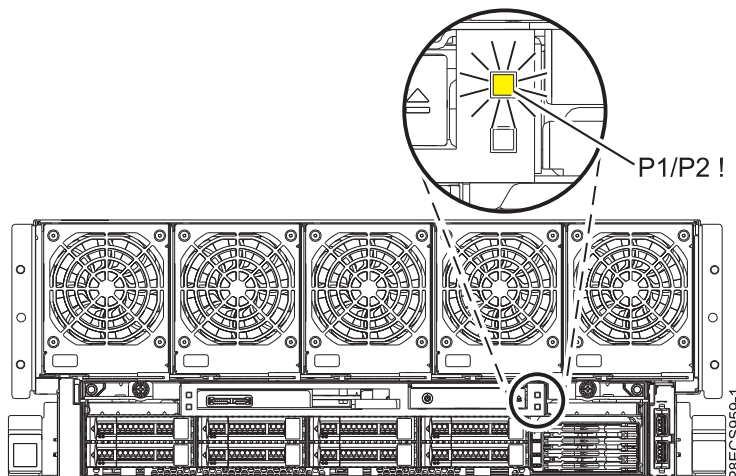

Figura 2. LED de recuo de avaria **P1/P2 !** frontal no sistema 8408-44E ou 8408-E8E.
8. Note o estado do LED de recuo de avaria **P1/P2 !**, localizado na parte anterior do sistema 8408-44E ou 8408-E8E, conforme demonstrado em Figura 2.